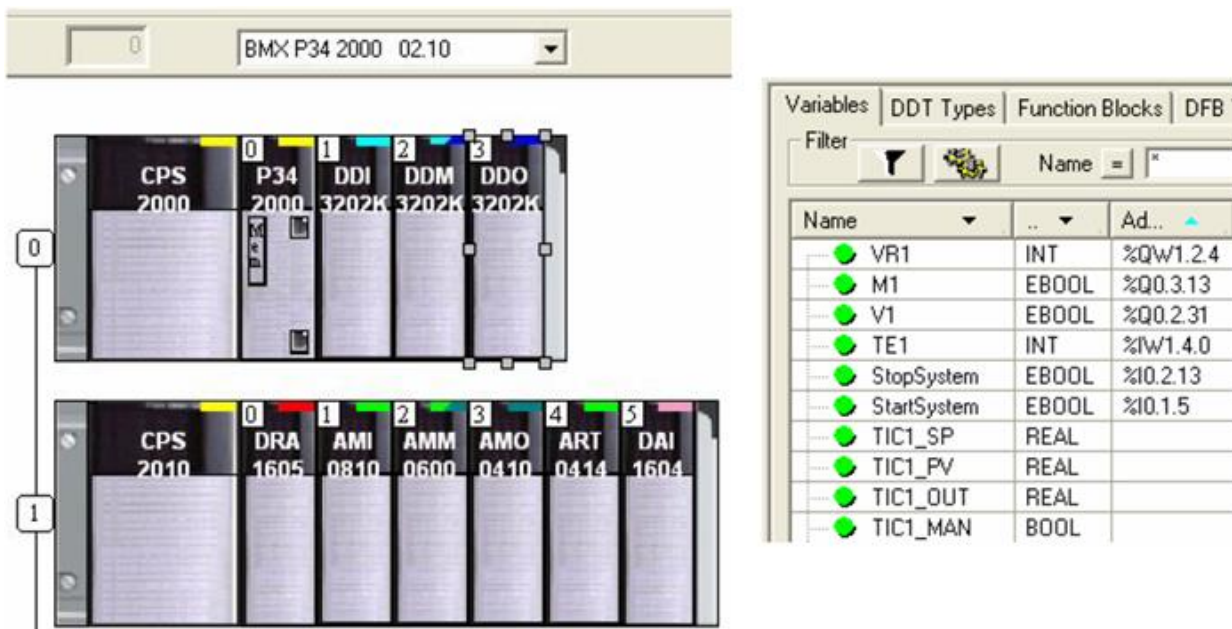

Рис.1.1 Компонування М340
3) Створити конфігурацію ПЛК та його модулів, відповідно до рис.1.1 та таблиці 1.1.